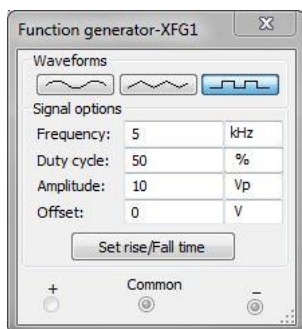
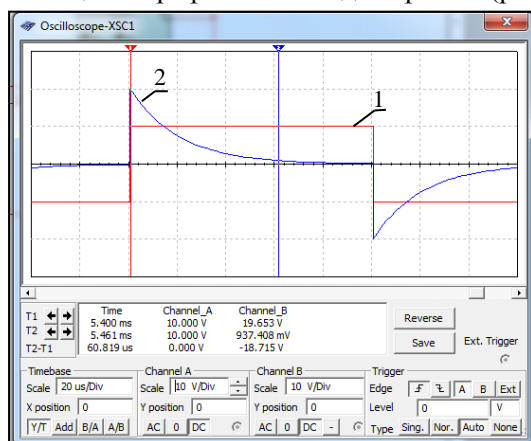

Рис. 26. Анализ электрической схемы с индуктивностью
Рис. 27. Измерение параметров процессов
4.2. Собрать схему, представленную на рис. 26. Линии, идущие к осциллографу, сделать разного цвета, чтобы две кривые четко различать на экране (см. рис. 26).
Дважды щелкнуть левой клавишей мыши по изображению генератора. На экране появится передняя панель генератора (см. рис. 26). Перетащить мышью панель на свободное место экрана. Выбрать вид сигнала – прямоугольные импульсы, установить частоту 5 кГц, коэффициент заполнения 50% и амплитуду 10 В. Дважды щелкнуть левой клавишей мыши по изображению осциллографа. На экране появится передняя панель осциллографа (рис. 27). Перетащить мышью панель на свободное место экрана. Установить режимы *AUTO*, *Y/T*, чувствительность каналов *A* и *B* *10V/Div*, длительность развертки *0,02 ms/div*. При необходимости настройки разверток осциллографа и параметры генератора нужно изменять для получения полноценных характеристик переходных процессов.
На экране осциллографа появятся две кривые (рис. 27).
Зарисовать осциллограммы, измерить параметры сигналов. Для этого за треугольные ушки (они обозначены также цифрами 1 и 2) курсором перетащить вертикальные визирные линии (синего и красного цвета) в точки начала и конца одного из импульсов (см. рис. 27). Результаты измерений представлены в окошке под экраном. Здесь: